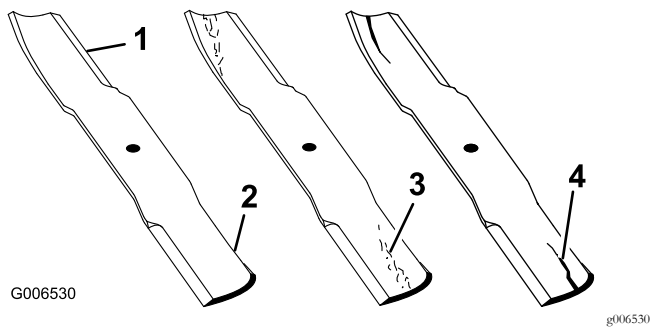

Figura 46
1. Inspeccione los filos de corte (Figura 46).
4. Si observa fisuras, desgaste o la formación de una ranura en esta zona, instale de inmediato una cuchilla nueva (Figura 46).